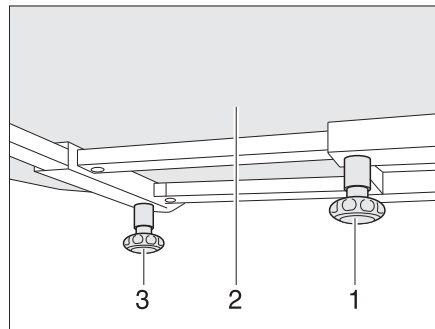

Bild 94 Fast bord
- Lossa den räfflade skruven (Bild 94,1).
- Förskjut bordsskivan (Bild 94,2) till önskad position.
- Lossa den räfflade skruven (Bild 94,3).